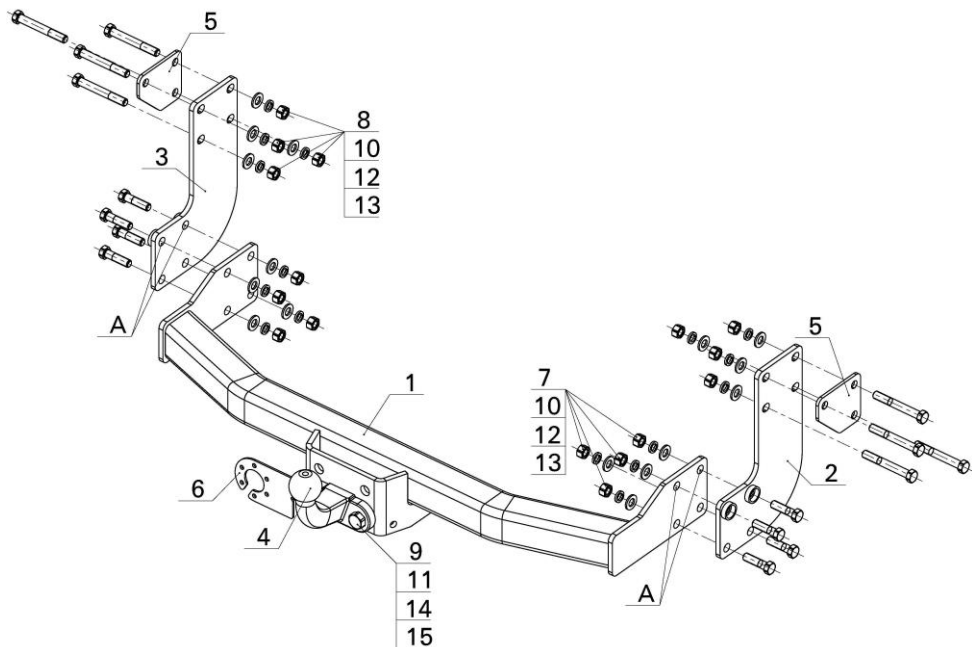

Рис.1.
- Рассверлить отверстия Ø13 мм в кронштейнах подножки так что бы они совпадали с отверстиями кронштейнов указанными на рис. 1 (поз.А);